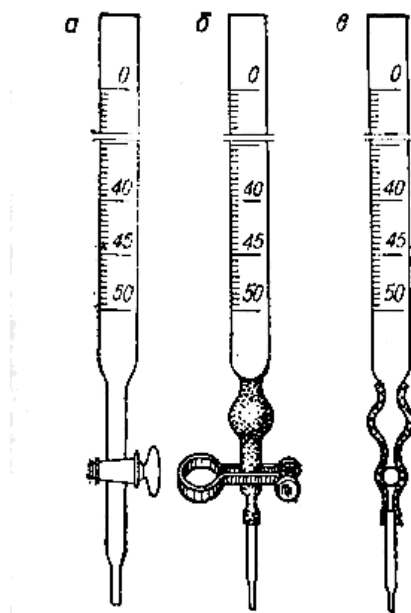

Рис.14. Бюретки прямі: а) з краном; б) з пружинним затискачем; в) з кулькою.
**Бюретки** (рис.14) – це довгі вузькі градуйовані скляні трубки з ціною поділки від 0,1 до 0,01мл, які з одного кінця (знизу) закінчуються коротким звуженням, на яке натягнута гумова трубка із затискачем. В другий кінець гумової трубки вставлена коротка скляна трубка з витягнутим капіляром. Замість гумової трубки із затискачем застосовують гумову трубку із щільно вставленою в неї скляною кулькою або скляний кран. Відповідним стискуванням пальцями затискача або гумової трубки у місці скляної кульки чи повертанням крана рідину випускають з бюретки. Швидкість витікання рідини з бюретки залежить від діаметра її капіляра.